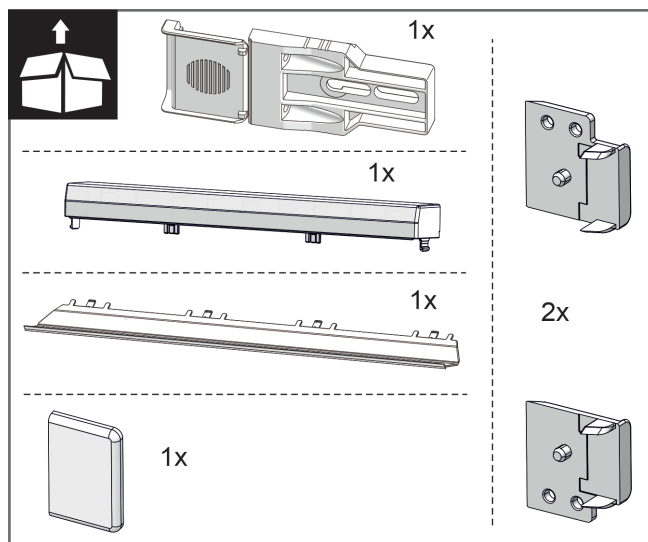
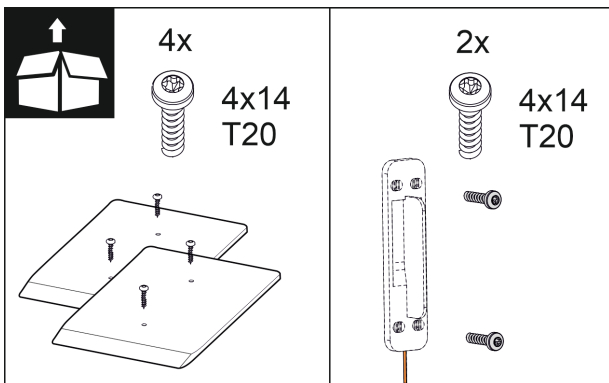

Fig. 10
Fig. 16
2. Preverite dele za montažo v priloženem paketu. *Fig. 10 () do Fig. 16 ()*
Deli za montažo v priloženem paketu *Fig. 10 () do Fig. 16 ()*